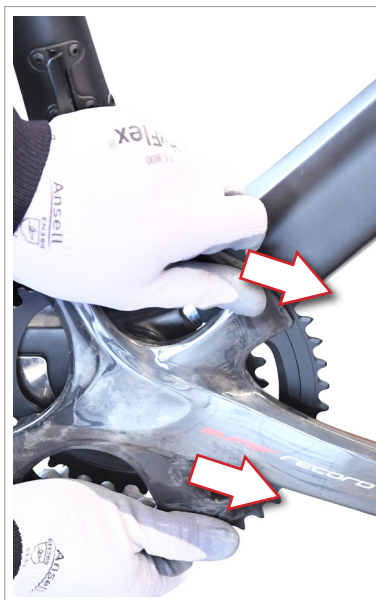

Abb.3
- Die rechte Tretkurbel seitlich verschieben, als würde man sie aus dem Tretlagergehäuse ausbauen, um sicherzustellen, dass die Feder korrekt positioniert ist und die Tretkurbel sichert (Abb. 3).